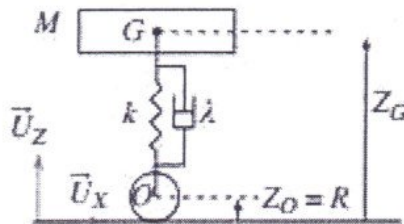

Fig. 1
1.1. La route est parfaitement horizontale (fig. 1)